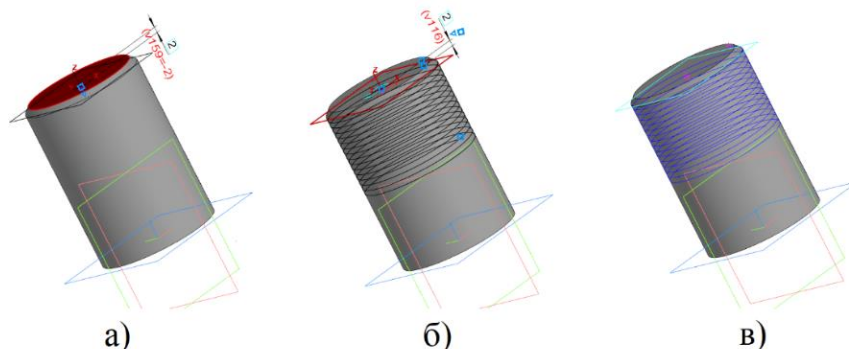

Рисунок 21 – Создание спирали
3. Выделите торец вала, выберите на инструментальной панели «Вспомогательные объекты» инструмент «Смещенная плоскость» и создайте плоскость, смещенную на 2 мм от торца вала (рисунок 21а). Выделите построенную плоскость, выберите на панели «Элементы каркаса» инструмент «Спираль цилиндрическая» (рисунок 21б). Укажите ее параметры: количество витков 15, шаг 2 мм, направление обратное, диаметр 42 мм (рисунок 21в).